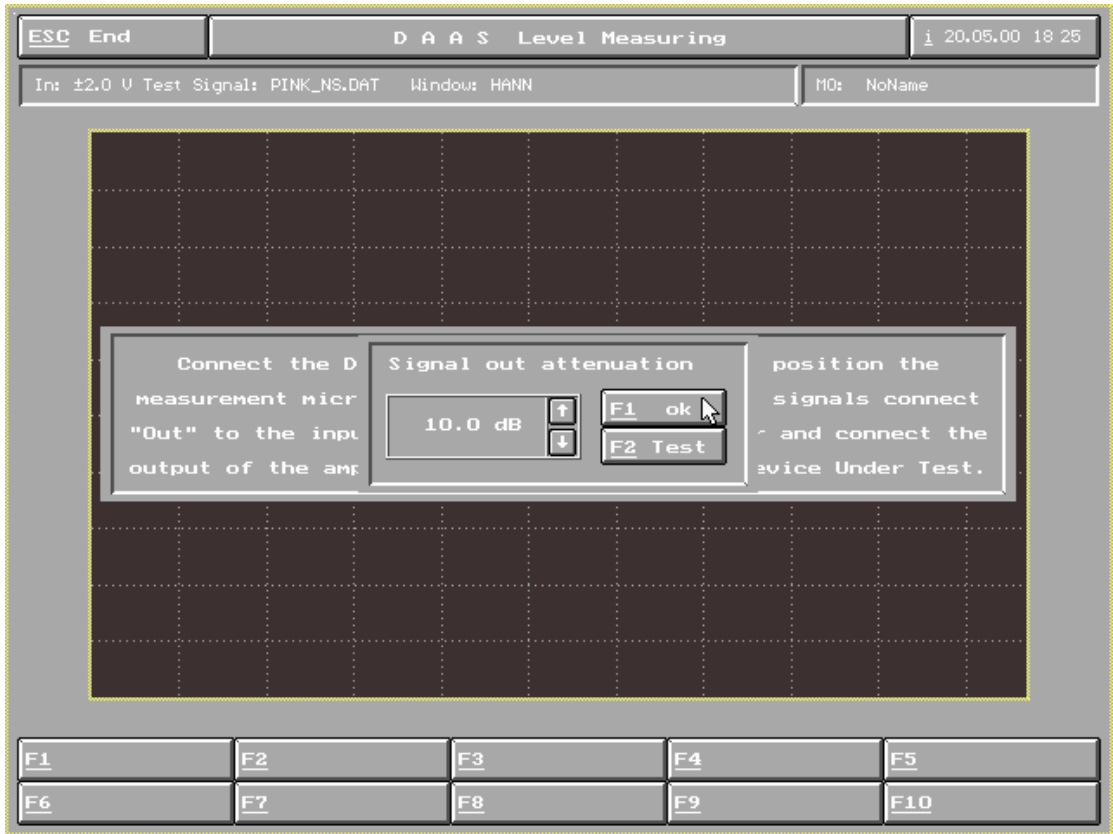

图 46
- F3 Out Att，调整系统输出讯号大小，用光标键或鼠标修改 (图 46)